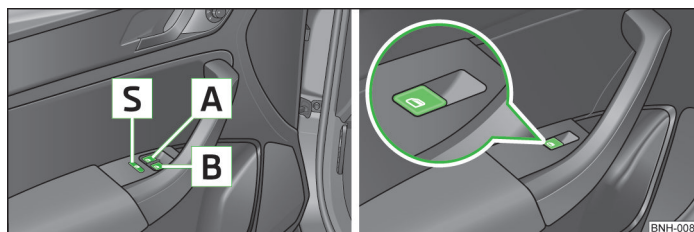

Abb. 17 Tasten in der Fahrertür / in den hinteren Türen
- Werden auf den Rücksitzen Kinder befördert, wird empfohlen, die elektrischen Fensterheber der hinteren Türen außer Funktion zu setzen (Sicherheitsschalter **S**) » Abb. 17.
Durch Drücken des Sicherheitsschalters **S**) » Abb. 17 können die Tasten der Fensterheber in den hinteren Türen außer Funktion gesetzt werden. Durch wiederholtes Drücken des Sicherheitsschalters **S**) sind die Tasten der Fensterheber in den hinteren Türen wieder funktionsfähig.